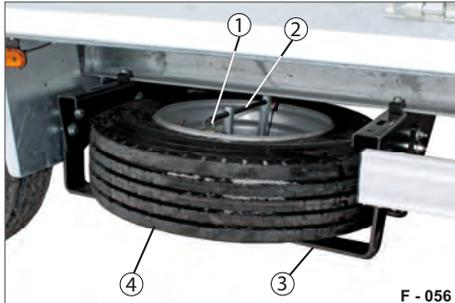

Abb. 78 Reserverad, gesichert - Variante 2
- ▶ Vorhängeschloss (Abb. 78/1) entfernen.
- ▶ Reserverad anlegen, aus den Haltekorb (Abb. 78/3) herausheben.